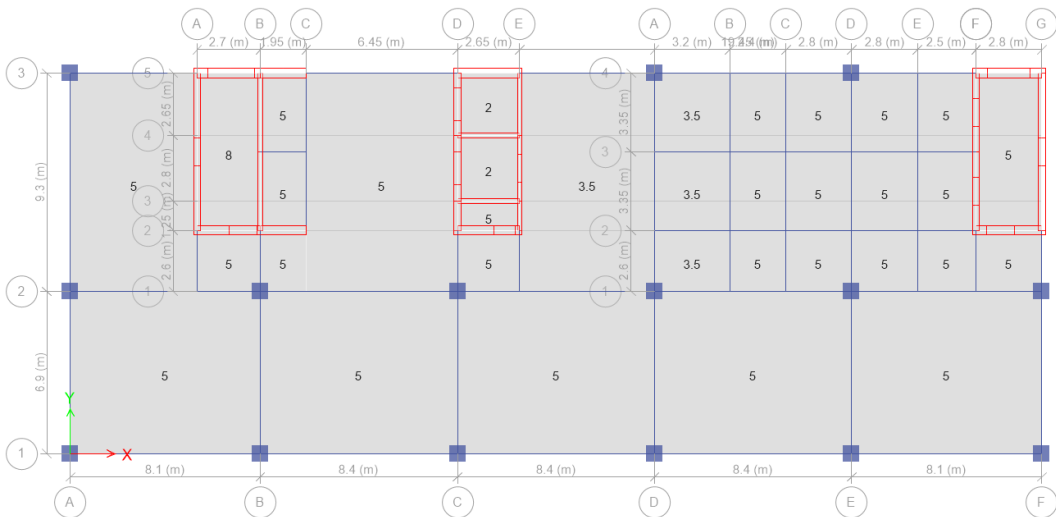
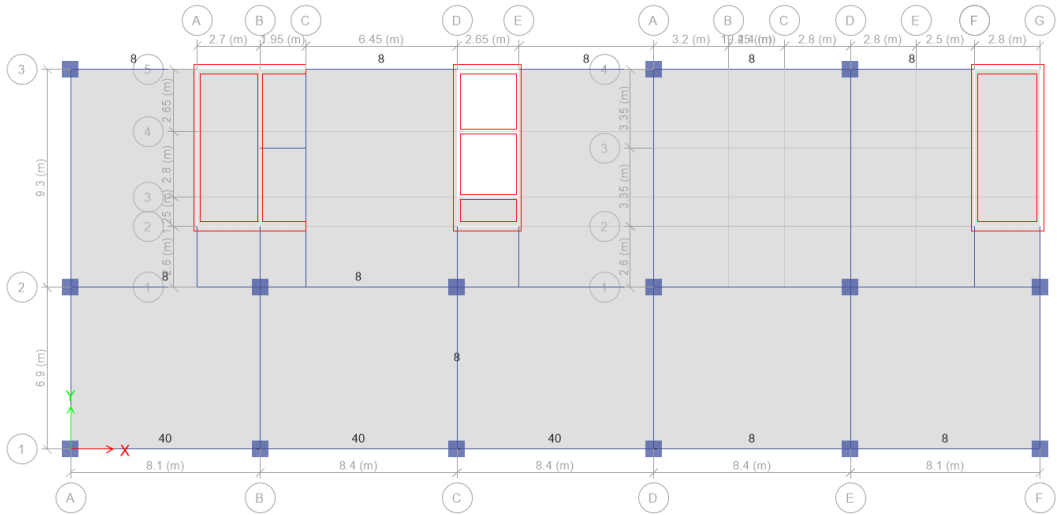
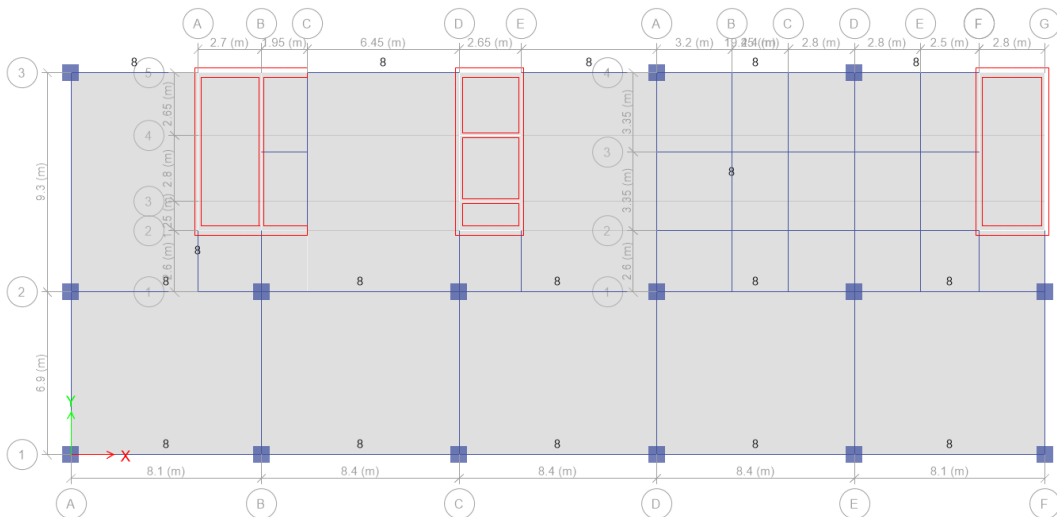

图 3 第 6 层恒荷载（面荷载）布置图
图 4 第 1 层恒荷载（线荷载）布置图
图 6 第 6 层恒荷载（线荷载）布置图
- 恒载：结构自重，1~5 层楼板面荷载 3kN/m^2 ，6 层屋面面荷载布置如图 3 所示；梁上线荷载布置如图 4~图 6 所示。